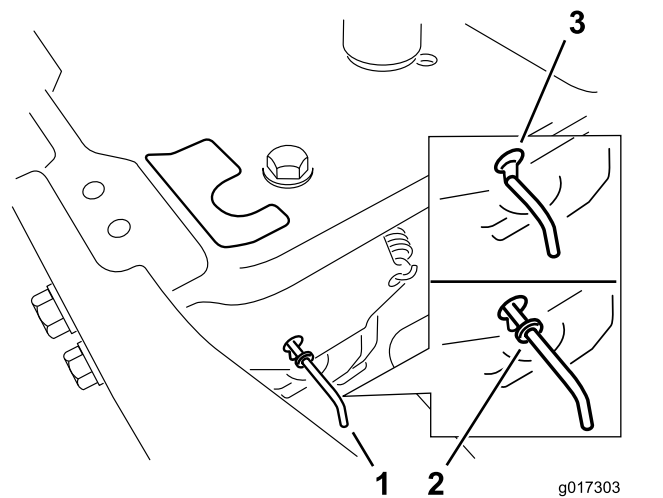

Figura 36
4. Spostate in avanti le leve di bypass attraverso il foro della chiavetta, quindi verso il basso per bloccarle in posizione (Figura 36).
Spostate indietro le leve di bypass attraverso il foro della chiavetta, quindi verso il basso per bloccarle in posizione, come illustrato nella Figura 36.